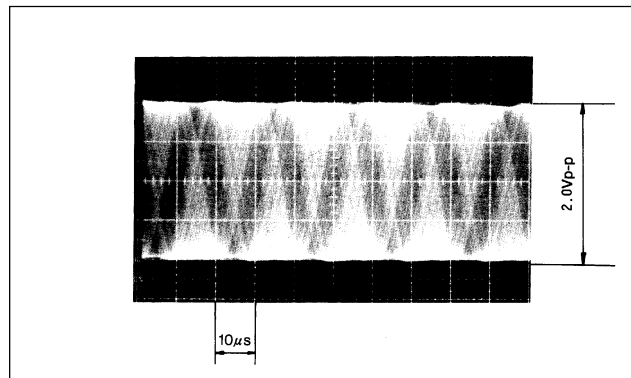

図4-10.
- ⑥ 再度RV2ボリュームを調整し、図4-10.に示すように正弦波の振幅が1.9~2.1 Vp-pになるようにします。図4-10.は理想的に調整された状態を示します。